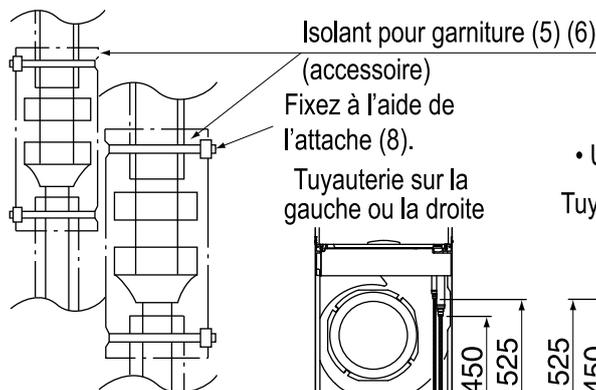

Fig. 13
- Une fois l'absence de fuites au niveau du raccord de tuyauterie vérifiée, procédez à l'isolation thermique (**reportez-vous à la fig. 13**).
- Procédez à l'isolation thermique des tuyaux de liquide et de gaz à l'aide de l'isolation fournie pour les raccords (5) et (6) (serrez les deux extrémités de l'isolation pour les raccords (5) et (6) avec l'attache (8)).
- Procédez uniquement au brasage de la tuyauterie de fluide frigorigifique après le passage d'un flux d'azote dans le tuyau et le remplacement de l'azote par de l'air (**reportez-vous à la fig. 17**). Vous pouvez ensuite raccorder l'unité intérieure aux évasements (**reportez-vous à la fig. 13**).